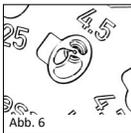

Abb. 6
■ **Abb. 6** Der Stempel der Prothese muss an der Basis der Vertiefung aufsitzen und die Kopfplatte muss ganz in der dafür vorgesehenen Aussparung sitzen, so dass die obere Fläche der Kopfplatte mit der Oberfläche der Sizer Disk abschließt.
■ **Fig. 6** The stamp of the prosthesis must be positioned at the base of the recess and the head plate must be seated fully in the purpose-designed cutout so that the upper surface of the head plate engages with the upper surface of this sizer disk.